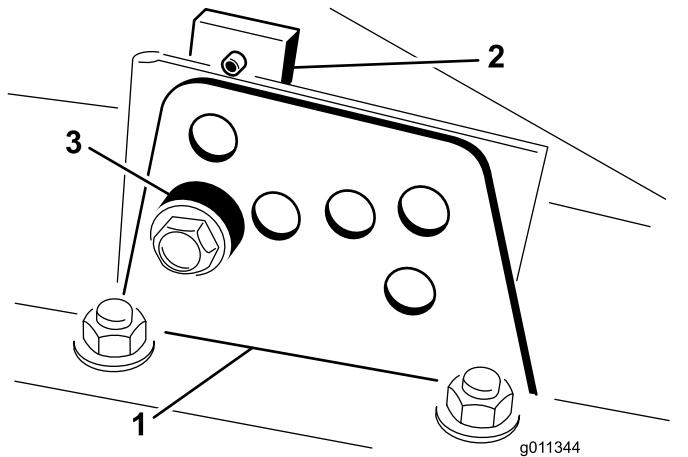

Figura 18
2. Desaperte o parafuso que prende o suporte da altura de corte à placa da altura de corte (frente e de cada lado); consulte Figura 18.
4. Enquanto estiver suportar a câmara, retire o espaçador (Figura 18).